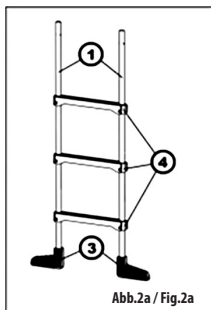

Abb.2a / Fig.2a
Schieben Sie alle Stufen (4) auf beide Leiterholme (Abb. 2a), achten Sie auf die gleiche Orientierung bei allen Stufen.